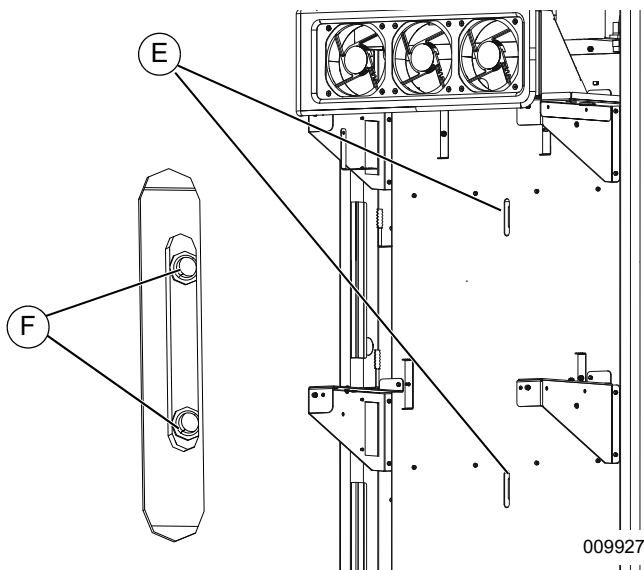

Figura 4-10. Soporte de montaje (2 de 2)
2. Consulte la **Figura 4-10**. Alinee las ranuras del cuerpo (E) con los orificios del soporte de pared (F).